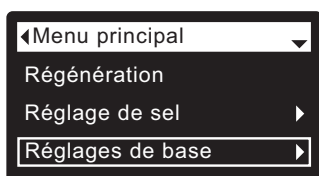

FIG. 49
1. À partir d'un écran d'état dynamique, appuyez sur le sélecteur (O) pour afficher le **Menu principal**.
2. Appuyez sur le bouton BAS (▼) pour faire défiler les options du menu et mettre en encadré **Réglages de base** (cf. Figure 49).